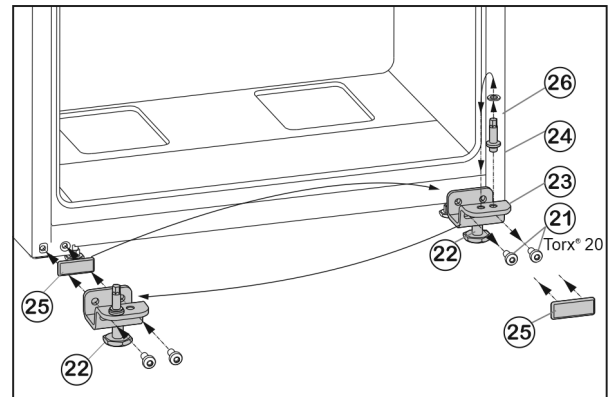

Fig. 9
- ▶ Развийте закрепващите винтове Fig. 9 (21).
- ▶ Свалете долната лагерна опора Fig. 9 (23) заедно с лагерния болт Fig. 9 (24), шайбата Fig. 9 (26) и крака Fig. 9 (22).
- ▶ Развийте лагерния болт Fig. 9 (24) заедно с шайбата Fig. 9 (26), поставете го в срещуположния отвор за лагерната опора и го завийте отново.
- ▶ Внимателно свалете покриващата плоча Fig. 9 (25) и я преместете на срещуположната страна.
- ▶ Отново завийте лагерната опора долу Fig. 9 (23) заедно с лагерния болт Fig. 9 (24), шайбата Fig. 9 (26) и крака Fig. 9 (22) върху новата страна на пантите, евент. с помощта на акумулаторна отвертка (с 4 Nm).
- ▶ Поставете вратата отгоре върху лагерния болт Fig. 9 (24).
- ▶ Развийте крака Fig. 9 (22) на лагерната опора долу Fig. 9 (23), докато опре върху пода.